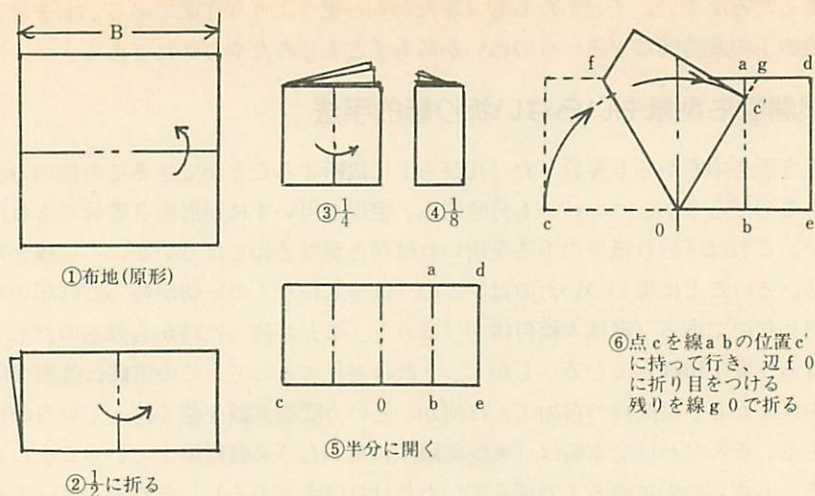

図3 折り紙による正方形の6等分
白紙に何回も正方形やら、それに内接する円の6等分やら、円に内接する六角形、それを分離してできる6つの正三角形、その三角形の中心線やら1つの斜辺との対偶関係。そんなものを書きながら、前述の命題①誰にでもでき、②少ない作業回数ででき、③簡単に図形問題として証明ができる方法に到着したのは、白紙に向ってから2～3時間経っていた。この私が発見した方法（もうとくに誰かが知っているにはちがいないのだが）は、それはびっくりするほど簡単なのである。まず材料どりをした正方形の布を半分に折り、それをまた2回半分ずつに折る（図3の①～④）。それを原形の半分に開き戻す（図3-⑤）。折り目として残った4等分線、⑤のa b線に向って、o点から折り目をつけ、点cをa b線上まで持って行き、しっかりと折り曲げる。できた辺c oと辺f oのなす角度は60度であり、残部の角g o eも当然のことながら60度である（辺g oを折り曲げて辺f oに合わせればよい）。ここまでの折り曲げ回数は5回である（半分に開